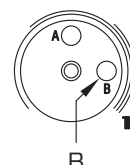

Figure 5
1) Tourner dans le sens contraire aux aiguilles d'une montre, à fond d'échelle, le trimmer de réglage de puissance de chauffage (B - Figure 5), ventilateur au minimum des tours.